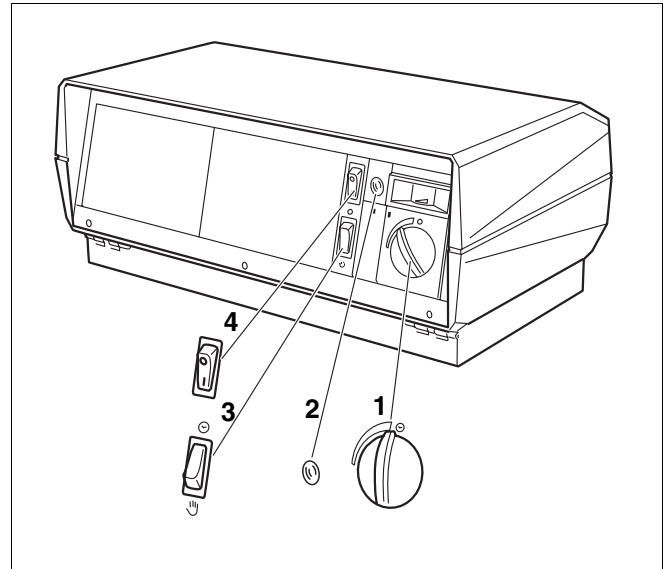
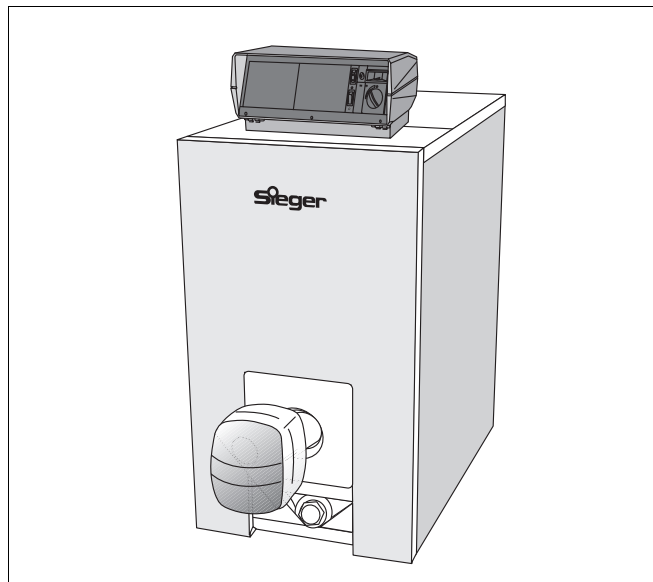

Abb. 3 Regelgerät (hier HS 2003)
Abb. 4 TG 21 mit einem vom Fachhandwerker angebauten Brenner (mit Brennertürverkleidung)
Nehmen Sie Ihre Heizungsanlage über das Regelgerät in Betrieb (Abb. 3). Mit der Inbetriebnahme des Regelgerätes wird der Brenner automatisch in Betrieb genommen. Der Brenner kann anschließend vom Regelgerät gestartet werden. Weitere Informationen dazu können Sie in der Bedienungsanleitung des jeweiligen Siegercontrol-Reglers oder Brenners nachlesen.
- Stellen Sie bei eingebauter Siegercontrol-Regelung den Betriebsartenwahlschalter (Abb. 3, **Pos. 3**) auf „☺“ (Automatik-Betrieb) – ohne Siegercontrol-Regelung auf „☞“ (Handbetrieb).
- Stellen Sie den Kesselwasser-Temperaturregler (Abb. 3, **Pos. 1**) auf die gewünschte Temperatur ein. Der untere Anschlag entspricht 50 °C, der obere 75 °C. Die Sperre bei 75 °C können Sie durch Herausziehen des Kesselwasser-Temperaturreglers (ca. 2 mm) überwinden. Der Regelbereich reicht dann bis 90 °C.
Bei eingebauter Siegercontrol-Regelung und bei externer Regelung müssen Sie den Betriebsartenwahlschalter (Abb. 3, **Pos. 3**) immer auf „☺“ stellen.
- Stellen Sie den Betriebsschalter (Abb. 3, **Pos. 4**) in Stellung „I“ (EIN).
Nehmen Sie Ihren Heizkessel über das Regelgerät außer Betrieb (Abb. 3, Seite 9). Mit der Außerbetriebnahme des Regelgerätes wird der Brenner automatisch mit abgeschaltet.
- Stellen Sie den Betriebsschalter (Abb. 3, **Pos. 4**) in Stellung „0“ (AUS).
Brennerstörungen werden über die Stör Lampe (Abb. 3, Seite 9) des Regelgerätes und des Brenners angezeigt bzw. signalisiert. Bei der Liefervariante TG 21 (Abb. 4) können Sie den Entstörtaster betätigen, ohne die Brennertürverkleidung zu entfernen.